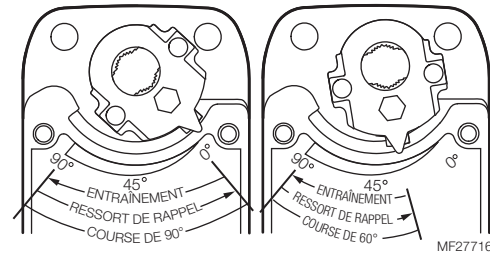

Fig. 5. Réduction de la course.
3. Faire tourner l'accouplement à la position désirée, en l'alignant conformément à l'étiquetage de la course. Voir la Fig. 5.
EXEMPLE : Lorsque l'accouplement de l'arbre est réglé à une position de sécurité intégrée approximative de 35° (tel qu'indiqué sur le boîtier), la course est limitée à 60°. (Voir la Fig. 5)